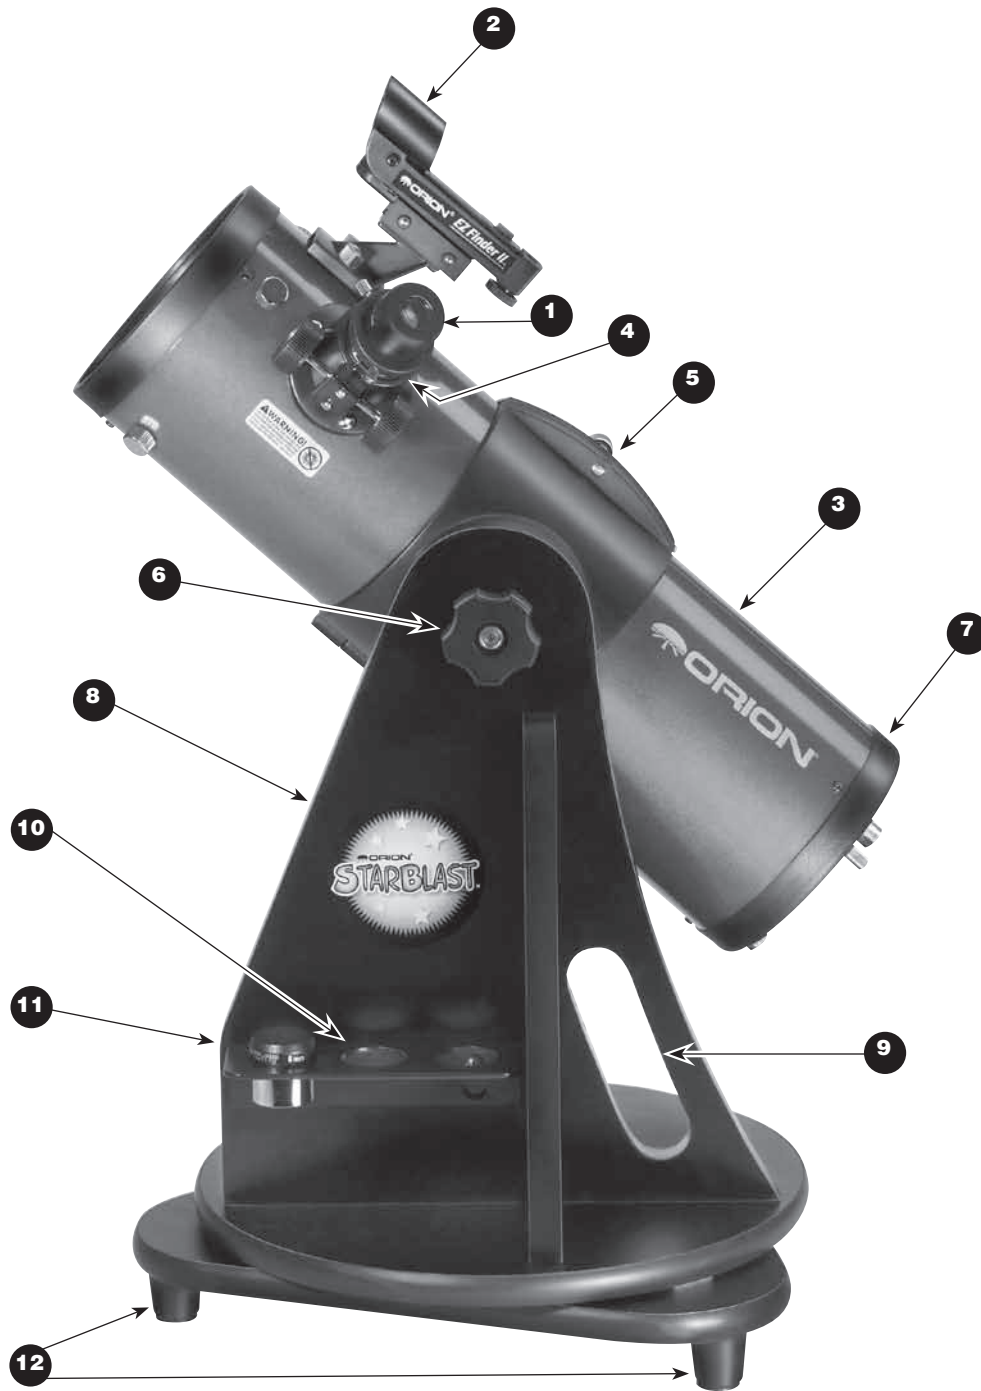
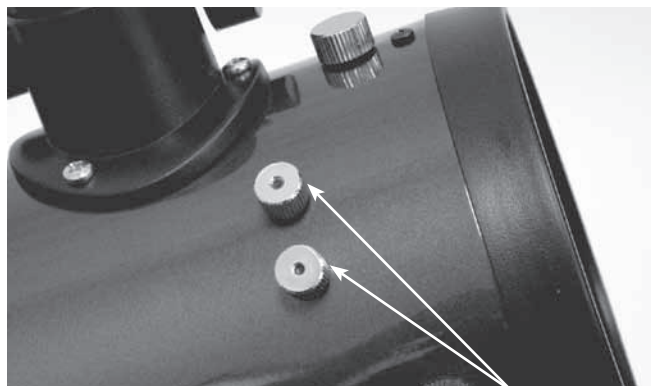

Figura 1. El StarBlast.
Figura 3. Tornillos de fijación de la EZ Finder II.
Retire las dos tuercas de mariposa metálicas del tubo óptico (figura 3). Coloque el soporte de la **EZ Finder II (2)** en el tubo de manera que los agujeros del soporte se deslicen sobre los dos postes roscados en el tubo. La EZ Finder deberá orientarse de forma que aparezca como en la figura 1. Enrosque las tuercas de nuevo en los postes para fijar la EZ Finder II en su lugar.
Su telescopio ya está completamente montado y debe ser similar a la figura 1. Retire la tapa antipolvo de la parte frontal del telescopio cuando lo esté utilizando. Vuelva a colocarla cuando termine la observación.